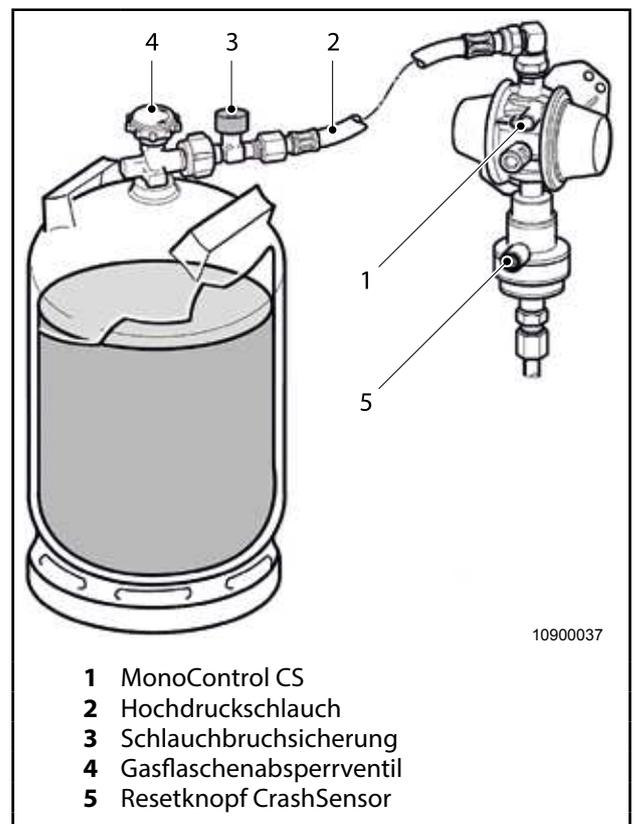

Abb. 47 Truma MonoControl CS
Für den Anschluss der Gasflasche an die Truma MonoControl CS (Abb. 47, Pos. 1) ist ein Hochdruckschlauch (Abb. 47, Pos. 2) mit Schlauchbruchsicherung (Abb. 47, Pos. 3) zwingend erforderlich.
1. Gasflaschenabsperrentil (Abb. 47, Pos. 4) öffnen.
2. Grüne Taste Schlauchbruchsicherung (Abb. 47, Pos. 3) kräftig drücken.
3. Ggf. – z. B. nach Neueinbau oder versehentlichem Gegenschlagen der Gasflasche an die MonoControl CS – zur Rücksetzung des CrashSensor-Auslöseelements den grünen Resetknopf (Abb. 47, Pos. 5) drücken.
1. Gasflaschenabsperrentil (Abb. 47, Pos. 4) der leeren Gasflasche schließen.
2. Hochdruckschlauch (Abb. 47, Pos. 2) von der Gasflasche abschrauben. Falls vorhanden, Aufsteckadapter abnehmen.
4. Hochdruckschlauch (Abb. 47, Pos. 2) an die Gasflasche anschrauben. Falls vorhanden, Aufsteckadapter aufstecken.
5. Gasflaschenabsperrentil (Abb. 47, Pos. 4) der vollen Gasflasche öffnen.
6. Grüne Taste Schlauchbruchsicherung (Abb. 47, Pos. 3) kräftig drücken.